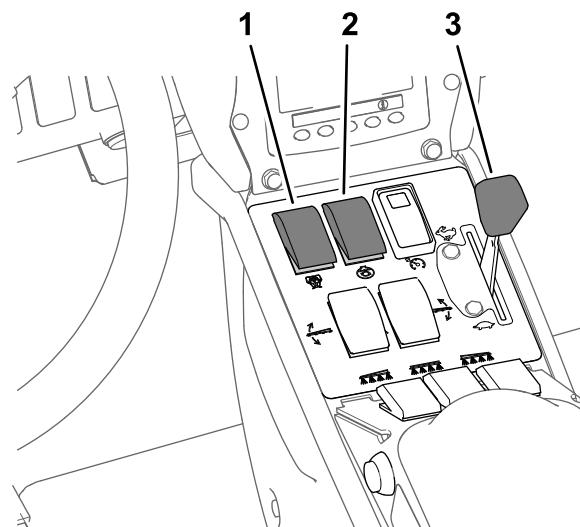

Figura 45
8. Ponga el interruptor de agitación y el interruptor de la bomba de fumigación en la posición de ACTIVADO (Figura 45).
9. Mueva el acelerador a la posición de RÁPIDO (Figura 45).
Nota: Este procedimiento supone que la bomba de fumigación está activada; consulte Figura 45, en Fumigación en el Modo de caudal de aplicación (página 39).
4. Ajuste el acelerador a la velocidad de motor deseada para la fumigación; consulte Figura 45, en Fumigación en el Modo de caudal de aplicación (página 39).